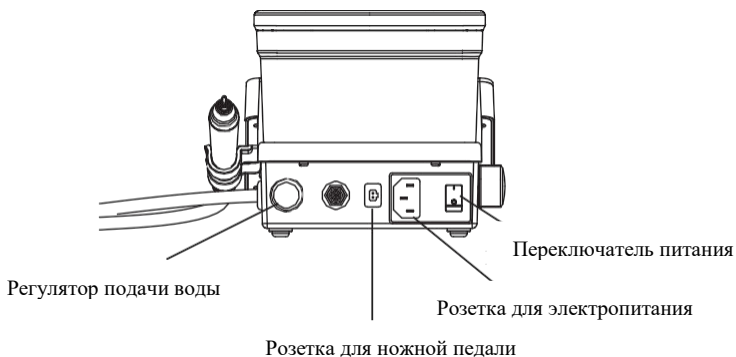

Рисунок 2
2.1.3 Вставьте штекер педали в его разъем на корпусе аппарата. (рисунок 2)